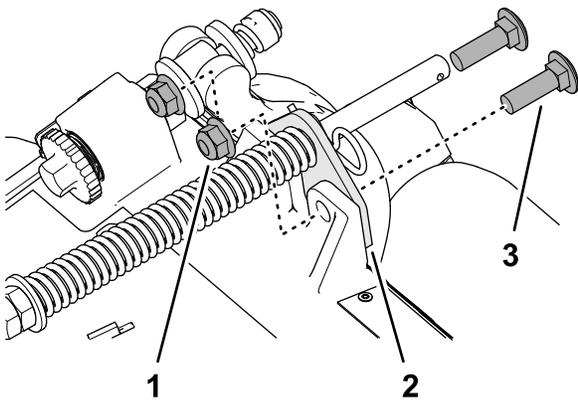

Рисунок 8
2. Удалите 2 фланцевые контргайки (3/8 дюйма) и 2 каретных болта (3/8 x 1/4 дюйма), которые крепят кронштейн компенсатора состояния грунта к раме режущего блока (**Рисунок 8**).